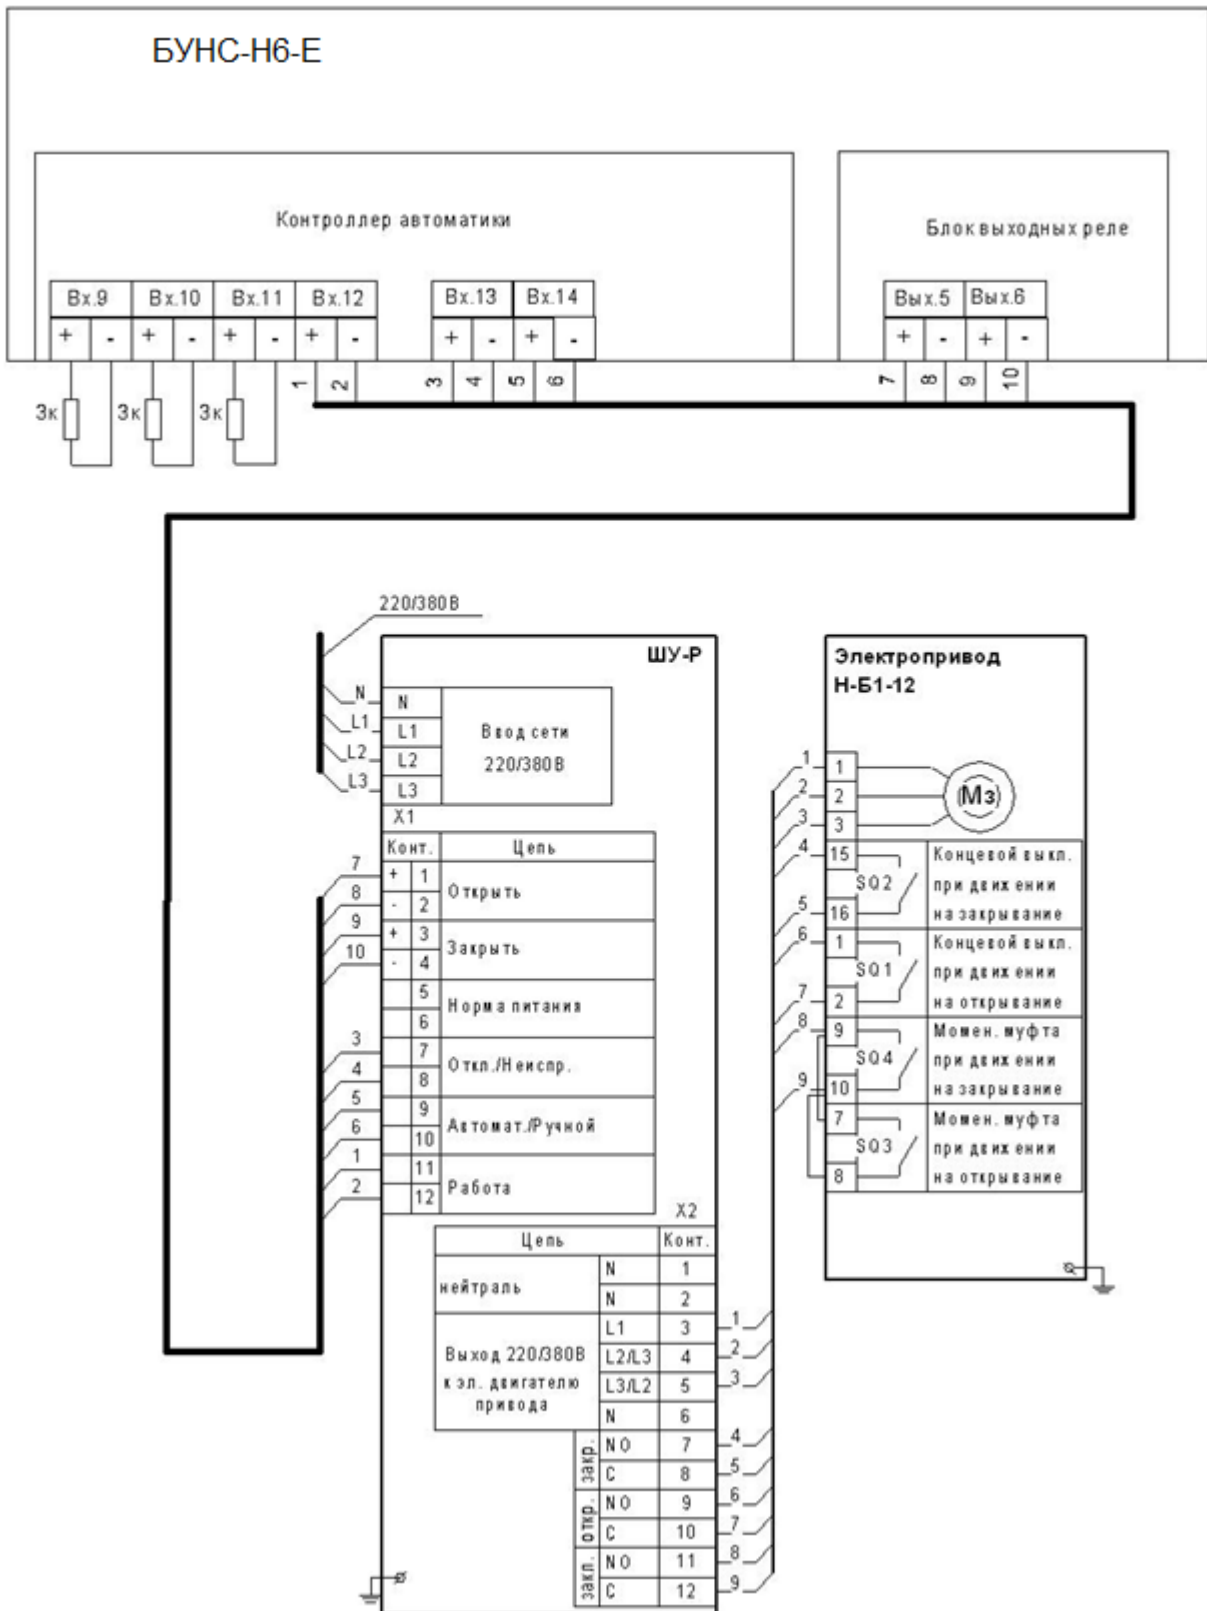

Рисунок 5.10
- рисунок 5.10 – задвижки на напорном патрубке ОПН1 – привод 3;